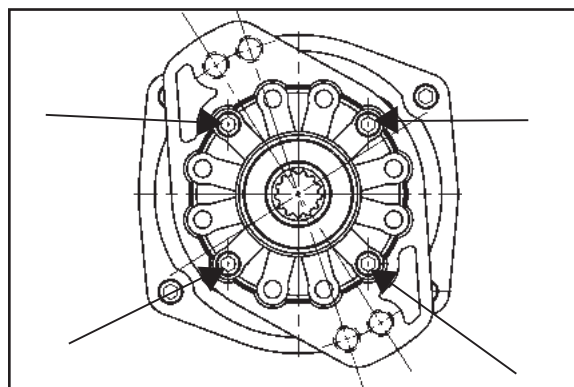

Fig. 9
9. Si se usa una brida de disco rotativa vea las especificaciones de par de los pernos en la página 39. (**Fig. 9**).